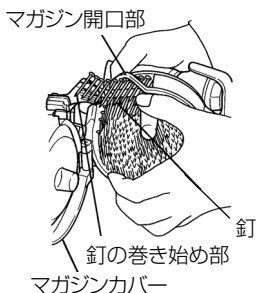

図 7
- 釘をマガジン内に入れます。このとき、釘の巻き始め部をマガジンの開口部に入れますと、次の作業が簡単になります。(図7)